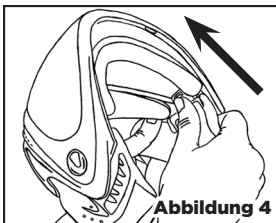

Abbildung 4
- 1 Der graue Befestigungsclip sollte sich vor dem Einsetzen des Maskenglases in der vorderen Position befinden. [Siehe Abbildung 4]